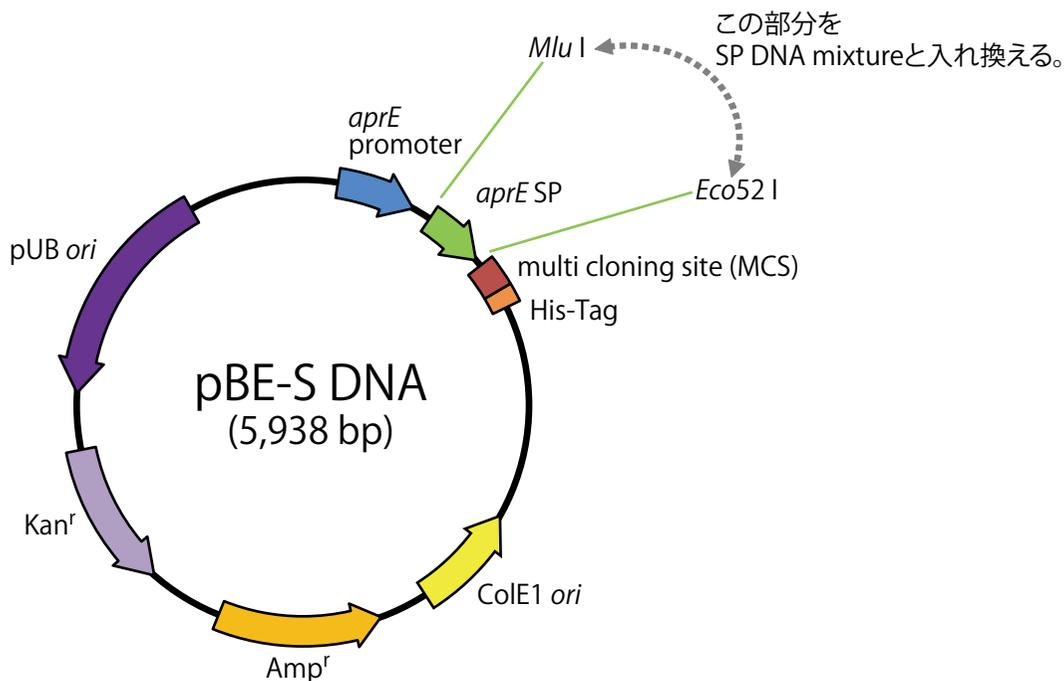
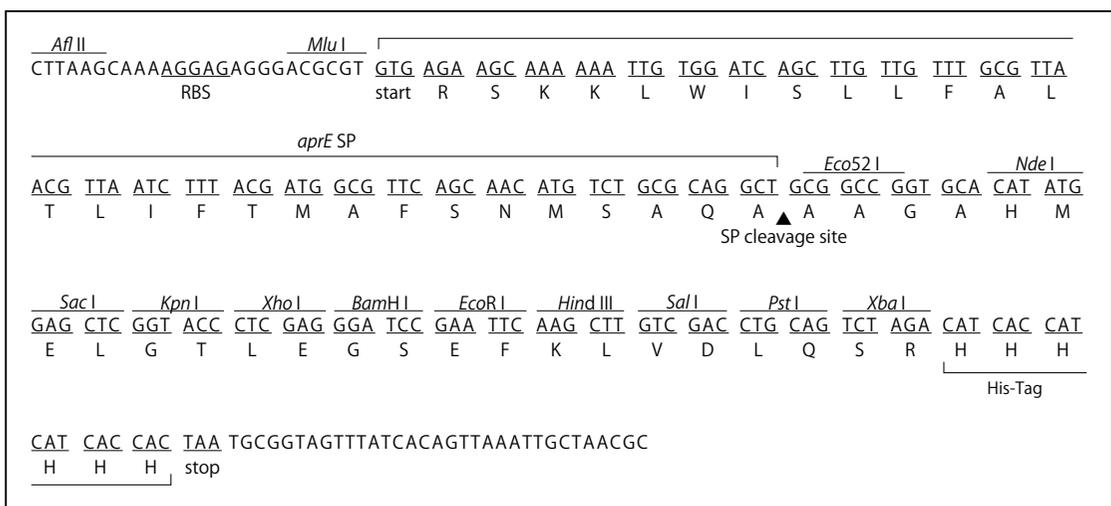

図 1. pBE-S DNA の概略図
図 2. pBE-S DNA のマルチクローニングサイト周辺の塩基配列
本システムには、*B. subtilis* の分泌シグナルペプチド DNA ライブラリーである SP DNA mixture、*B. subtilis* -*E. coli* シャトルベクター pBE-S DNA およびタンパク質発現用宿主 *B. subtilis* RIK1285 株が含まれています。SP DNA mixture は、173 種類の *B. subtilis* 由来分泌シグナルペプチドをコードする DNA 断片 (In-Fusion® クローニング用) の混合物です。pBE-S DNA には、*B. subtilis* において機能する pUB110 由来の複製 ori (pUB ori) とカナマイシン耐性遺伝子 (Kanr)、*E. coli* において機能する pUC 由来の複製 ori (ColE1 ori) とアンピシリン耐性遺伝子 (Ampr) が含まれています。さらに、*B. subtilis* 由来のサブチリシンのプロモーター (*aprE* promoter) と分泌シグナルペプチド (*aprE* SP) を含み、その下流にマルチクローニングサイト (MCS) ならびに His タグ配列が配置されています。MCS に目的遺伝子を挿入した pBE-S DNA を制限酵素 *Mlu* I と *Eco*52 I で切断して線状化した後、In-Fusion クローニングシステムで *aprE* SP の代わりに SP DNA mixture 中の 173 種類の分泌シグナルペプチド DNA のライブラリーを導入することにより (図 1 参照)、目的タンパク質に適した高分泌発現系のスクリーニングが可能です。なお、MCS は大腸菌ワールドショック発現系 pCold™ ベクター (製品コード 3360 ~ 3365、3371) と同じ配列のため、容易に目的遺伝子の乗せ換えを行うことができます。本キットに添付の宿主 *B. subtilis* RIK1285 株は、2 種類のプロテアーゼ産生能を欠損しており2)、目的タンパク質の分泌発現に適しています。
- (1) pBE-S DNA の分泌シグナルペプチド下流のマルチクローニングサイトに翻訳フレームが合うように目的遺伝子を挿入し、発現プラスミドを構築する (図 1、図 2 参照)。
- (2) (1) で構築した発現プラスミドを制限酵素 *Mlu* I および *Eco*52 I で完全消化し、精製する。\*1
- (3) SP DNA mixture と (2) で制限酵素消化した発現プラスミドをモル比 2 : 1 で混合し、下記のように In-Fusion 反応液を調製する。\*2,3